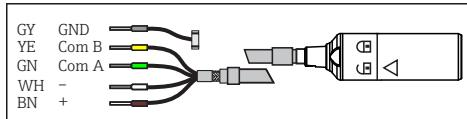

图 4 测量电缆 CYK10 或 CYK20
2. 安装 ISFET 芯片，使得芯片安装位置与介质流向呈 30...45°（图 4）。